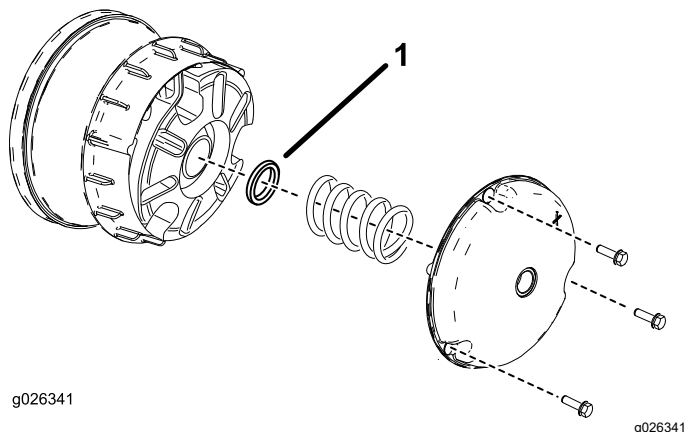

Figura 64
2. Rimuovete i bulloni che fissano il carter della frizione principale come illustrato in Figura 64.